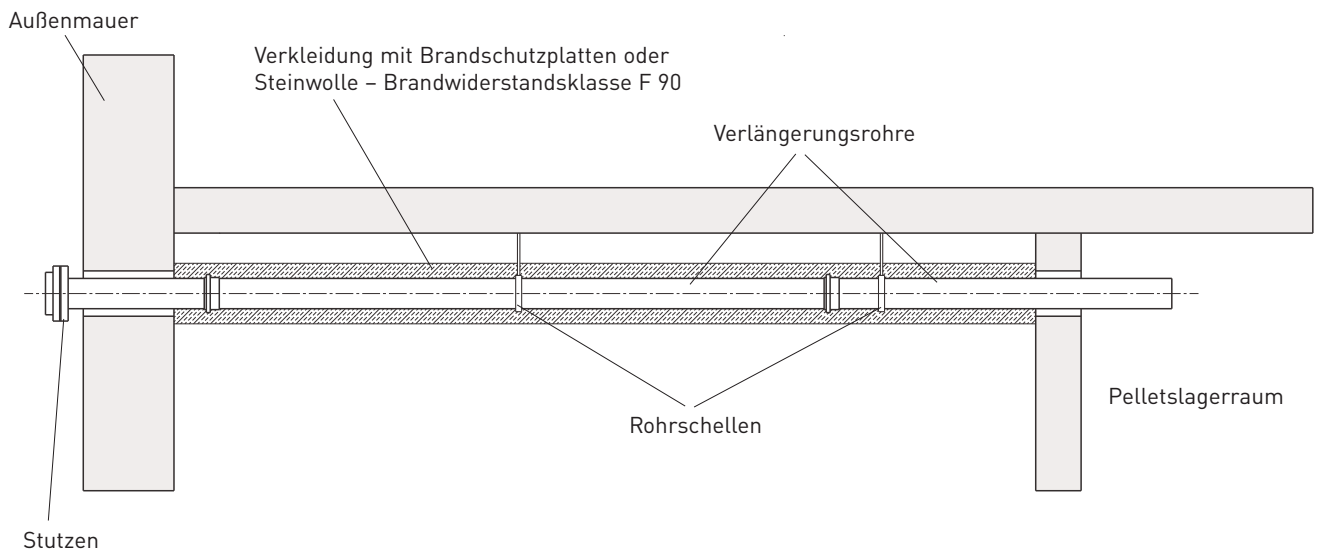

Abb. 3 Befüllstutzen mit Verlängerungsrohre eingemauert – Seitenansicht
- Bei **innenliegenden Befüll- und Retourluftstutzen** bzw. werden diese mit Verlängerungsrohren durch andere Räume an die Außenwand geführt, müssen die Anschlusskupplungen und die Verlängerungsrohre entsprechend der Brandwiderstandsklasse F 90 (Verkleidung mit Brandschutzplatten oder Steinwolle) verkleidet sein. Bei den Verlängerungsrohren muss jedes zusätzliche Rohr oder Bogen mittels Rohrschelle befestigt und damit geerdet werden – Abb. 3.